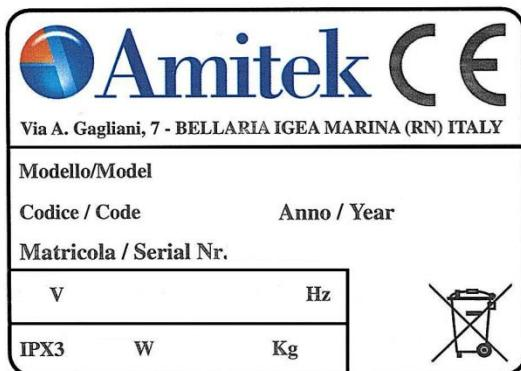

Fig.1 – Abb.1
Lire attentivement les instructions contenues dans ce manuel. Avant de brancher l'appareil, contrôler que les données reportées sur la plaquette technique (fig.1) correspondent à celles du réseau de distribution électrique. Avant de commencer n'importe quelle opération, débrancher l'appareil du réseau électrique. L'installation doit être effectuée par du personnel spécialisé et conformément aux instructions du constructeur et aux normes en vigueur. L'appareil doit être placé sous une hotte aspirante conforme aux normes. Cet appareil ne doit être utilisé pour frire des aliments dans de l'huile. Le fabricant décline toute responsabilité en cas de:
1. La plaquette d'identification et de données techniques est placée au dos de l'appareil (fig.1).
Wir bitten Sie, diese Bedienungsanleitung sorgfältig zu lesen und gut auf zubewahren, damit Sie bei evtl. Rückfragen jederzeit darin nachschlagen können. Bevor Sie das Gerät anschließen, vergewissern Sie sich, dass die auf dem Typenschild aufgeführten technischen Angaben mit Spannung und Frequenz Ihres Stromnetzes übereinstimmen (Abb.1). Vor jeglichem Eingriff an dem Gerät ist der Netzstecke zu ziehen. Die Installation darf nur von entsprechend ausgebildeten Fachleuten nach Anweisungen des Herstellers und auf Grundlage der gültigen gesetzlichen Vorschriften durchgeführt werden. Der Hersteller lehnt jede Haftung ab, für:
1. Das technische Typenschild ist auf der Geräterückseite angebracht (Abb.1).